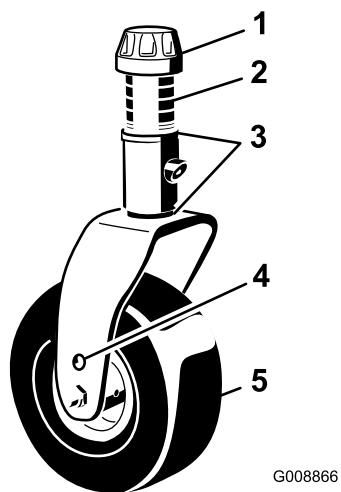

Figure 2
1. Retirez les chapeaux de tension des axes de pivots et retirez les entretoises et les rondelles de butée (Figure 2).
2. Glissez les entretoises sur le pivot de la roue pivotante pour obtenir la hauteur de coupe voulue. Reportez-vous aux Figure 7 et Figure 8 pour déterminer les combinaisons d'entretoises requises pour le réglage. Glissez une rondelle de butée sur le pivot, poussez l'axe de pivot dans le bras pivotant. Placez une autre rondelle de butée ainsi que les entretoises restantes sur le pivot, puis montez le chapeau de tension pour fixer l'ensemble (Figure 2).